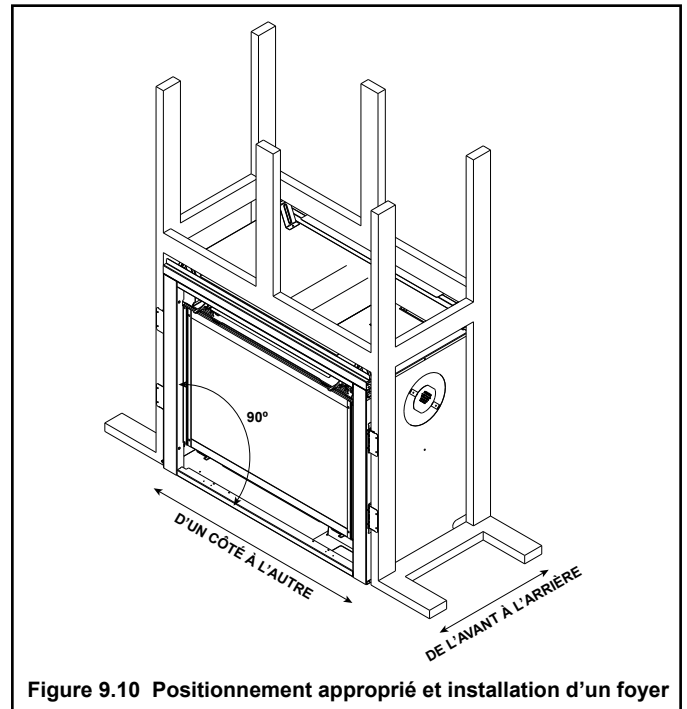

Figure 9.10 Positionnement approprié et installation d'un foyer
7. À l'aide d'une équerre, s'assurer que les côtés de l'appareil sont perpendiculaires à la partie inférieure, tel qu'illustré à la figure 9.10.